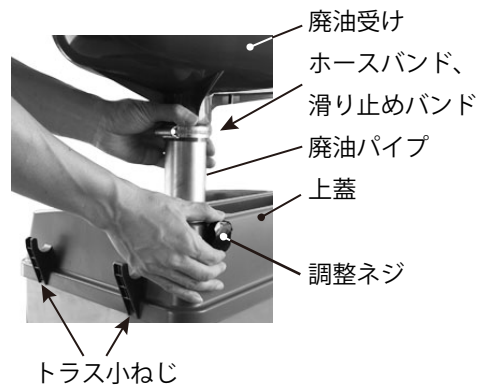

Fig. 1
- 1) 上蓋と油槽を固定している4本のトラス小ねじをねじ戻し、上蓋を取外してください。油槽の中に入っている廃油受けを取出し、再度上蓋を油槽に固定してください。（Fig. 1）
- 2) 廃油受けを廃油パイプに奥まで確実に差し込み、ホースバンドを取付けてください。固定後、フィルターをセットしてください。（Fig. 1）